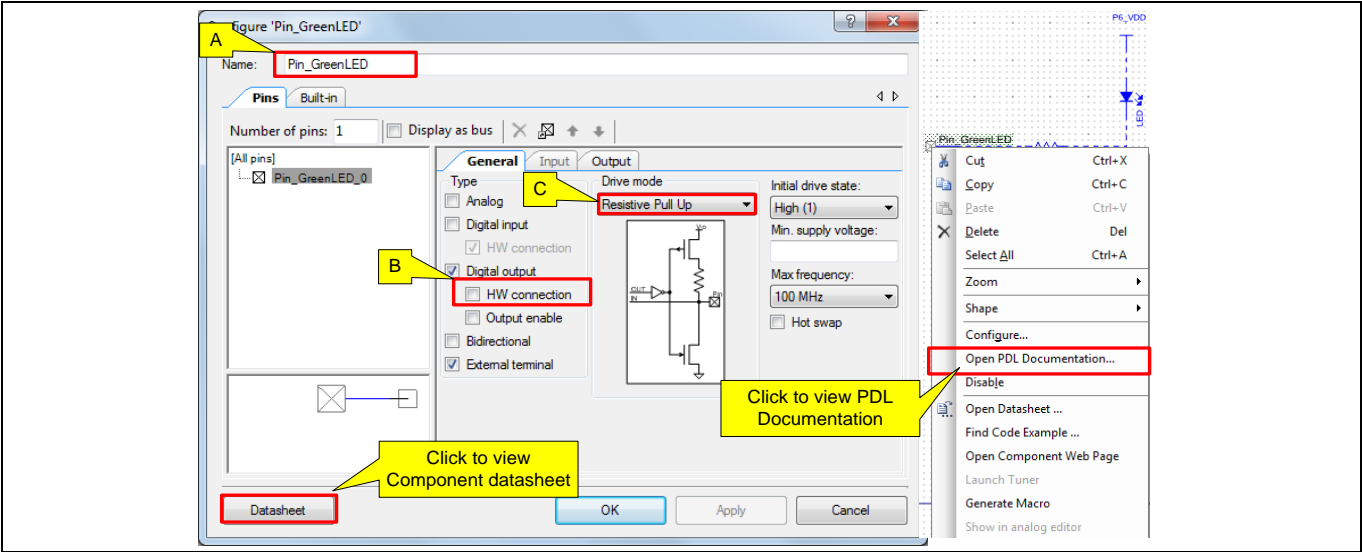

Figure 15 配置输出引脚组件
输出引脚驱动 LED。PSoC™ 6 Wi-Fi-BT Pioneer 套件上的 LED 为低电平有效;也就是说，逻辑 HIGH 引脚驱动状态将 LED 关闭，逻辑低引脚驱动状态将其打开。**Figure 15** 显示了配置。
2. 通过右键单击组件并单击 “Open PDL Documentation...” 链接，可以打开组件的关联 PDL 驱动程序的 API 参考文档。见 Figure 15。